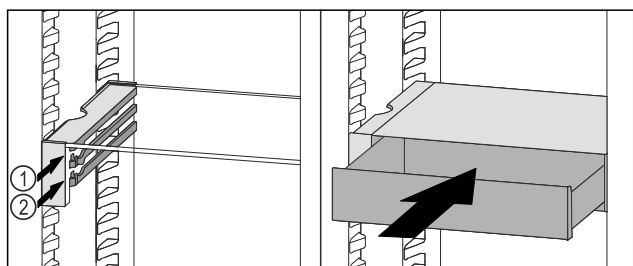

Fig. 42
- ▶ Установите выдвижной ящик VarioSafe за стопоры на требуемый выступ Fig. 42 (1) или Fig. 42 (2).